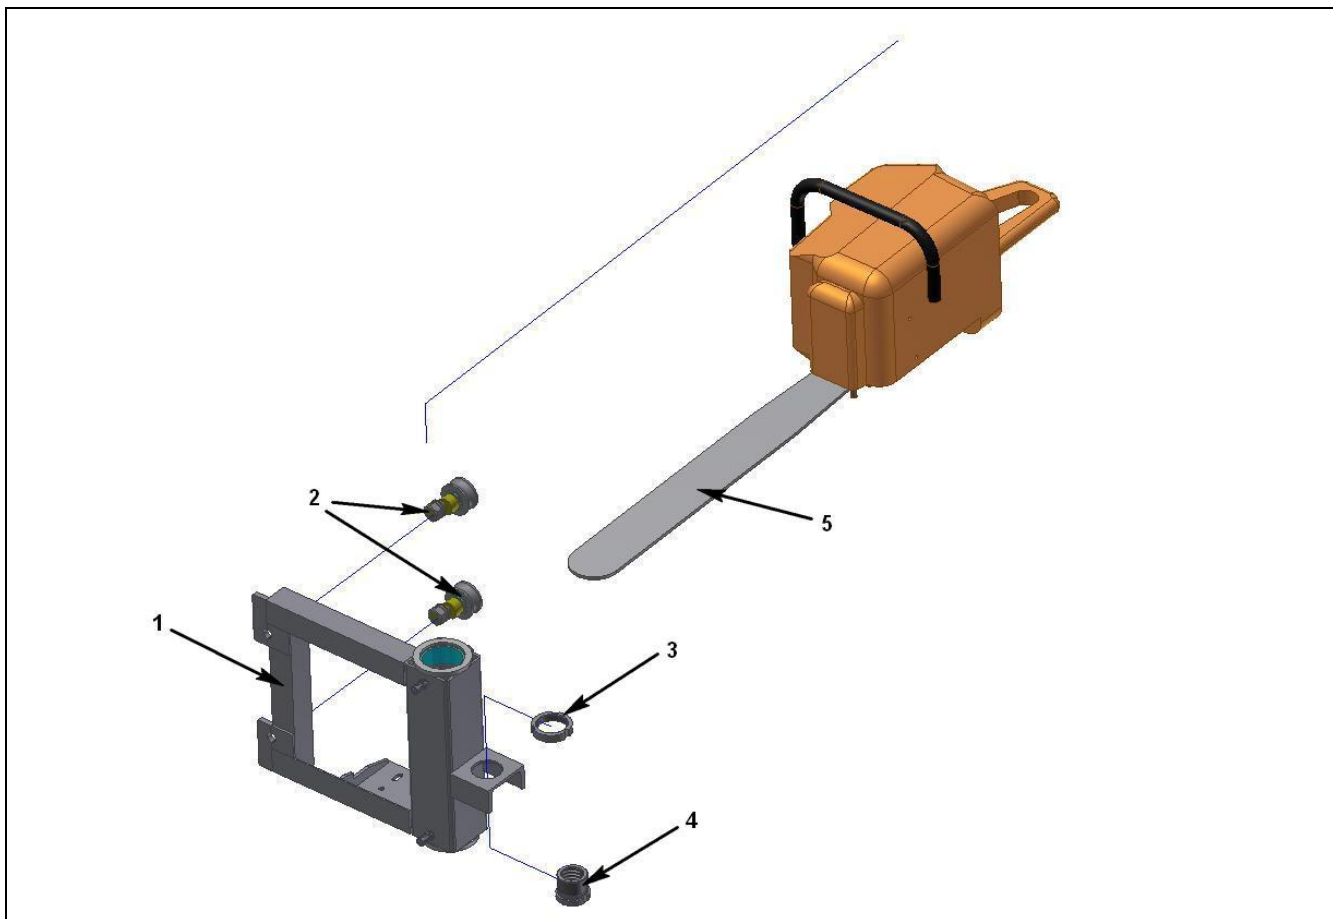

Рисунок 9 – Установка бензиновой моторной пилы STIHL
6.7.3 Установить бензиновую моторную пилу STIHL MS660 на площадку пильной каретки и зафиксировать гайками крепления кожуха (прижима) пильной шины с обратной стороны площадки (рисунок 9).